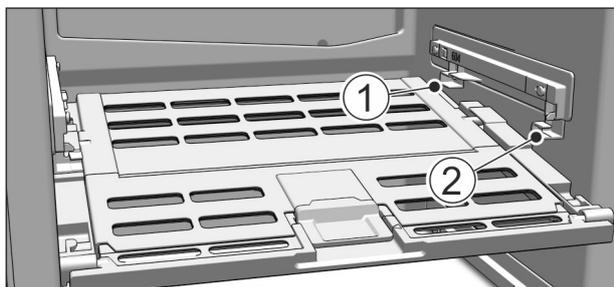

Fig. 51
- Inserire il coperchio cassetto Safe per frutta e verdura: inserire le nervature del coperchio dal basso nel supporto inferiore Fig. 51 (1) e inserire anteriormente nel supporto Fig. 51 (2).